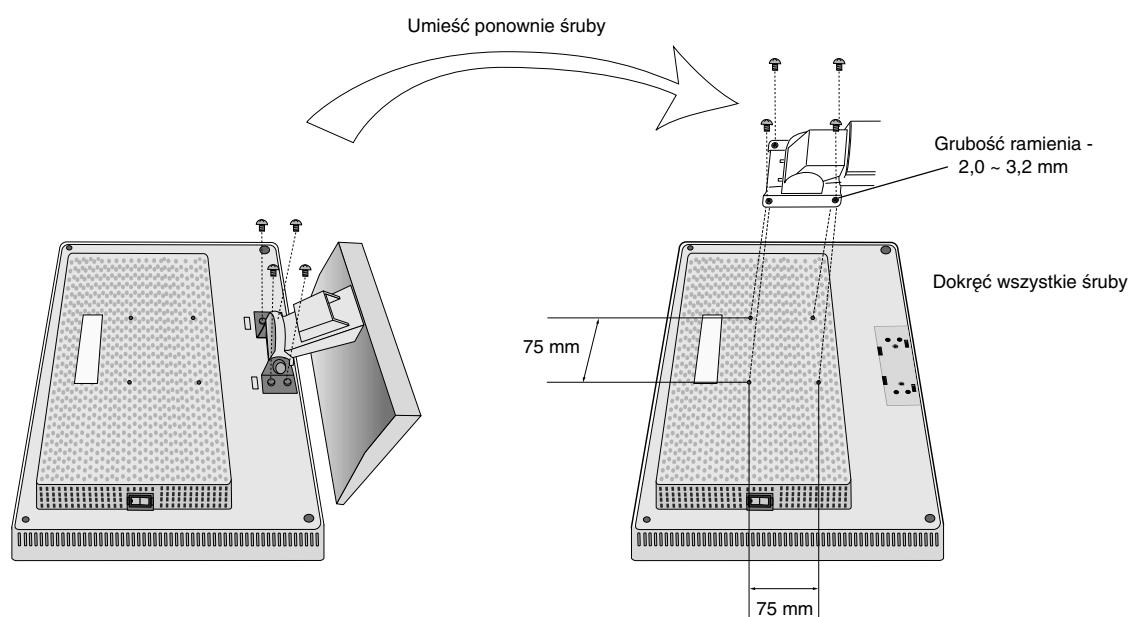

Rysunek R.2
4. Usuń 4 śruby łączące monitor z podstawą i wyciągnij go z podstawy (**Rysunek R.2**) monitor jest teraz przygotowany do zamontowania w inny sposób.